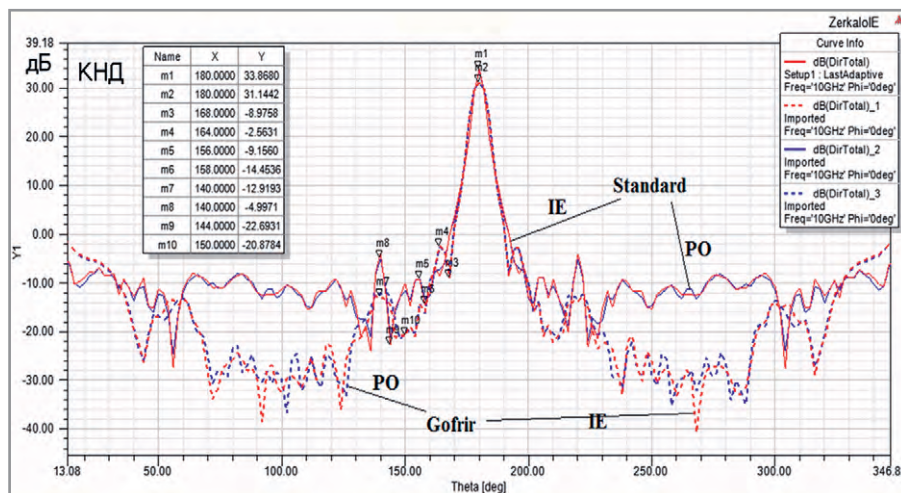

Рис. 9. Сечение диаграммы направленности для двух углов и двух методов расчёта и диаметра $D = 30\lambda$ (90 см)
- по формуле (3), равным 34,5 дБ (2826 ед.);
- методом PO (см. рис. 9), равным 33,9 дБ (2450 ед.).
Расчёты характеристик зеркальных антенн, полученные разными методами, сведены на один график (см. рис. 9).